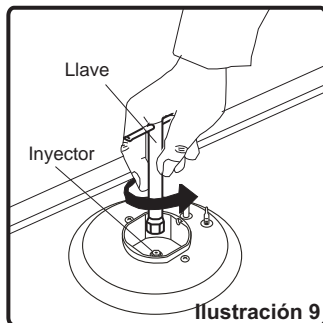

Ilustración 9
- Desenrosque los inyectores. Para ello, utilice una llave de 7mm (Ilustración 9).